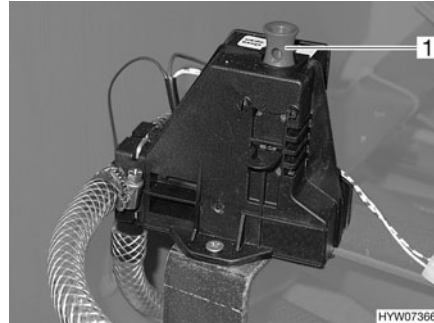

Fig. 184 Válvula de seguridad/purga
- Abrir la válvula de seguridad/purga (sólo caldera Trumatic C). Para ello, presionar hacia abajo el interruptor de tirador (Fig. 184,1).